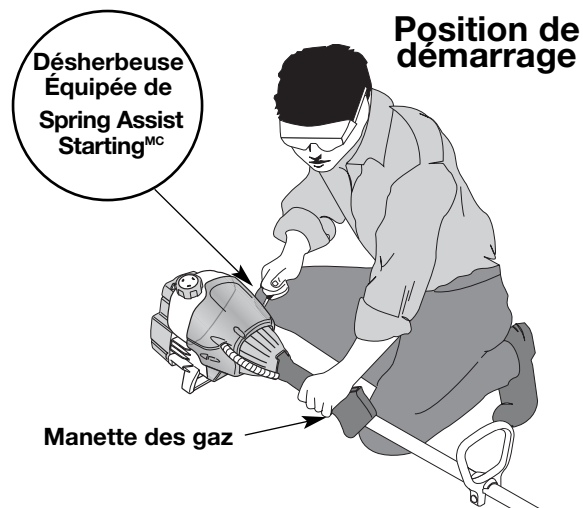

Fig. 8
AVERTISSEMENT: évitez tout démarrage accidentel. Tenez-vous en position de démarrage lorsque vous tirez sur la corde de démarrage (Fig. 8). L'opérateur et l'appareil doivent tous deux être en position stable pour éviter des blessures graves.
4. Accroupissez-vous en position de démarrage (Fig. 8), pressez la poignée des gaz et tirez vivement sur le cordon de démarrage à 5 reprises.